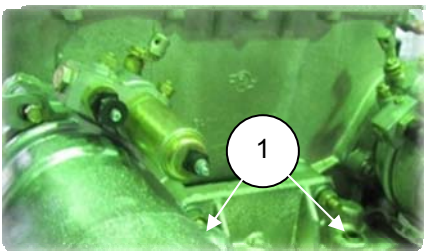
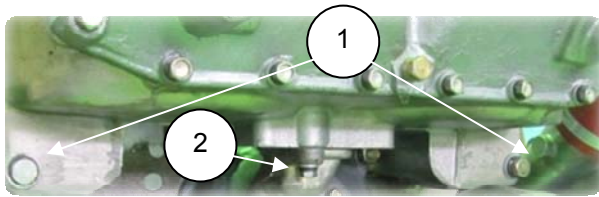

Рис. 6.69
Рис. 6.70
10. Завернуть болты (1) (S=17) (рис. 6.70) и гайки (1) (рис. 6.69) окончательно $M_{кр} = 5,0-6,2$ кгс·м;
12. Установить патрубок подводящий охладителя нижний (2), завернув 2 болта М8 (S=12) $M_{кр} = 1,2-1,8$ кгс·м (рис. 6.70);